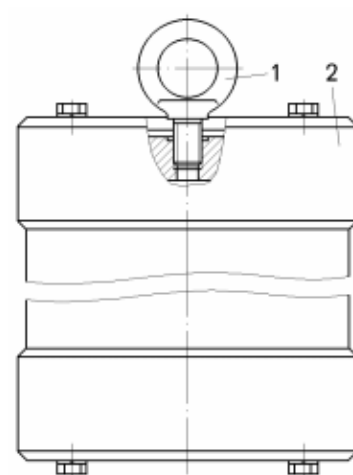

Рисунок 12.20 – Схема зачаливания для снятия и установки пневмогидроаккумулятора:
- завернуть рым-болт 1 (рисунок 12.20) в отверстие верхней крышки пневмогидроаккумулятора;